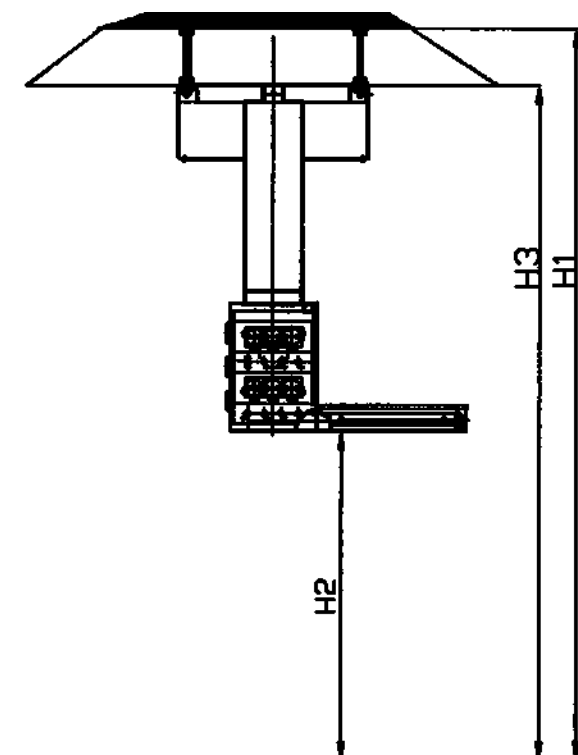

Рисунок 1.1. Консоль с рабочим модулем типа 1.
9.1 Общий вид консоли приведен на рис. 1.1, 1.2. Высоты: пол-потолок Н1, пол-нижняя точка консоли Н2, пол-подвесной потолок Н3. Тип рабочего модуля определяется на основе спецификации заказа.